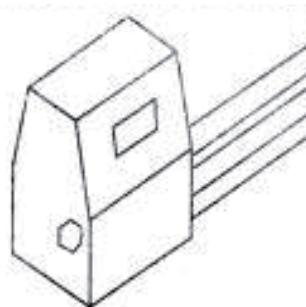

Рис. 3
- Послабте та викрутіть шестигранний болт за допомогою ключа (рис. 3).